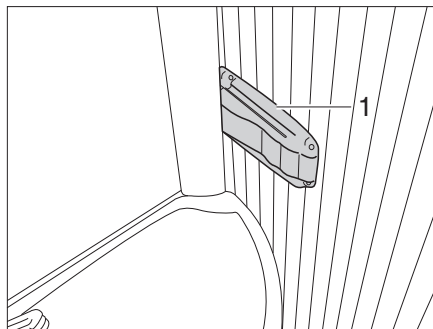

Fig. 348 Toilette Vario, bloccaggio della parete della doccia
- Premere l'arresto (Fig. 348,1) a destra sul bordo del lavabo e tirare il lavabo leggermente. Il lavabo e la parete posteriore si muovono insieme in avanti.